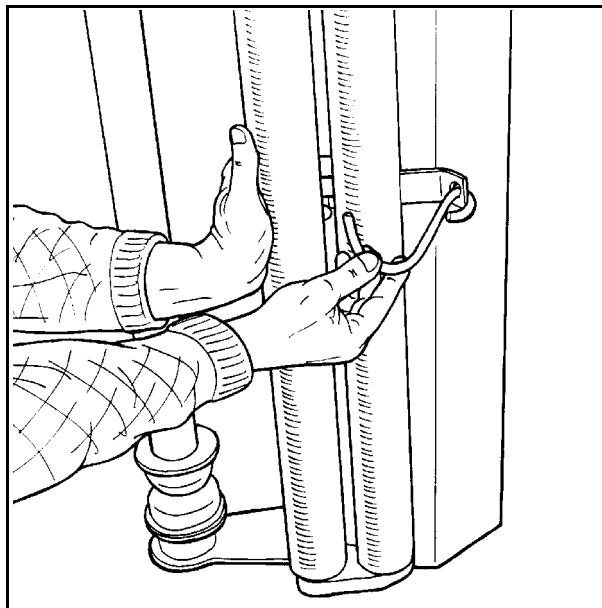

Fig. 5-1
5.1 Når plastrullen skal monteres, må forstrekker-rollene holdes til siden. Hold rollene ut til siden og sett på holdekroken. (Se fig. 5-1).